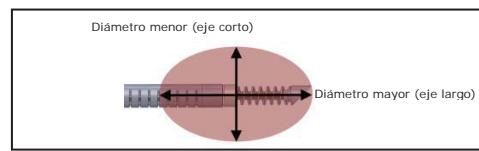

Figura 3: Zona de ablación y sus dimensiones
14. Ajuste el nivel de energía del generador de RF MetaSTAR al nivel deseado para crear una distribución térmica para el diámetro mayor y menor (ver la Figura 3). Consulte las instrucciones de uso del generador de RF MetaSTAR para que el gráfico de diámetro de distribución térmica muestre el diámetro menor y mayor a diferentes niveles de energía.